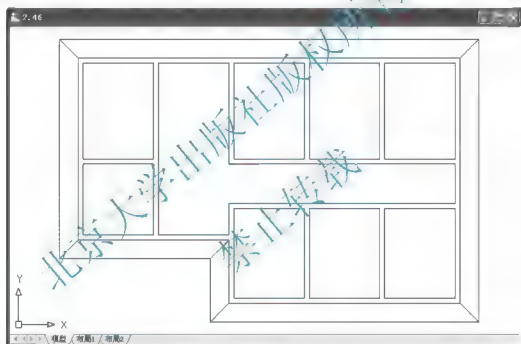

图 2.46 散水线和坡面交界线
(2) 重复执行【倒角】命令，修改 K、L 处，并绘制坡面交界线，结果如图 2.46 所示。